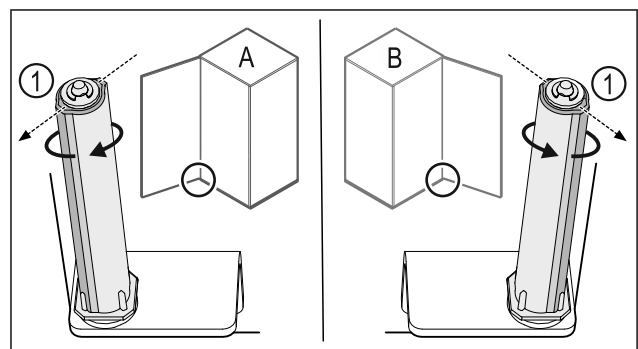

Fig. 50 Levý doraz (A) / pravý doraz (B)
- ▶ Otáčejte uzavíracím systémem proti odporu, dokud nebude lamela uzavíracího systému Fig. 50 (1) ukazovat směrem ven.